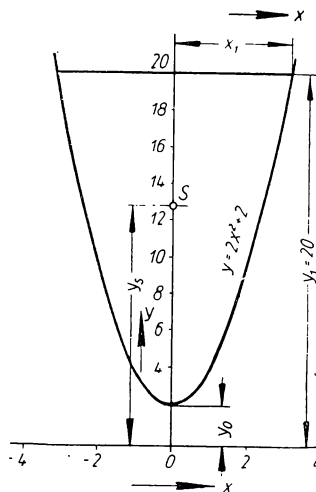

Bild 85
**224.** Wo liegt der Schwerpunkt der in Bild 85 dargestellten Parabelfläche in bezug auf die  $x$ -Achse?